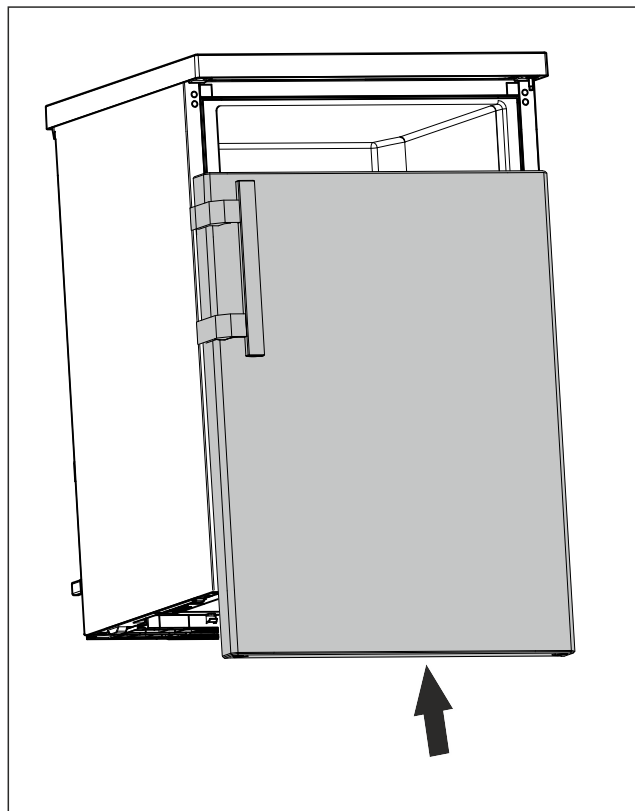

Fig. 20
- ▶ Når døren er lukket, skubbes den på den øverste bolt. (se Fig. 20)